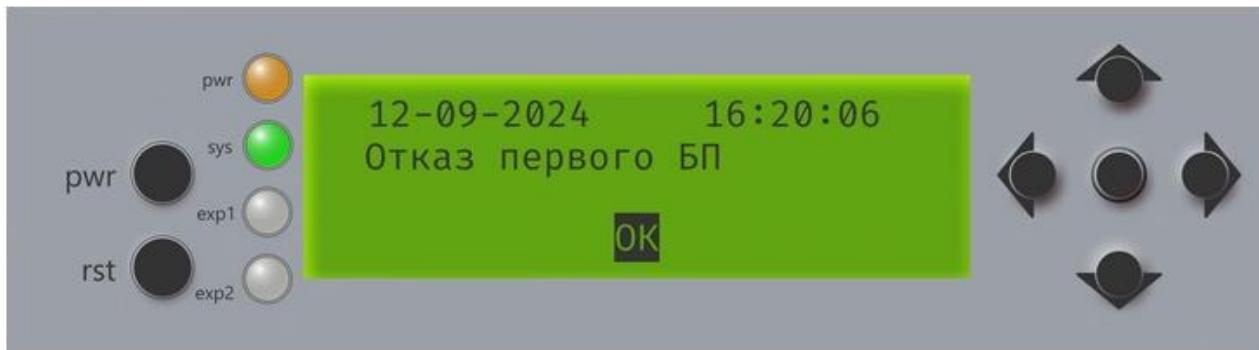

Рисунок 17 – Пример сообщения на ЖК дисплее при отказе первого блока питания
- статусы источников питания, датчиков температуры, вентиляторов (рисунок 13 – Рисунок 17).